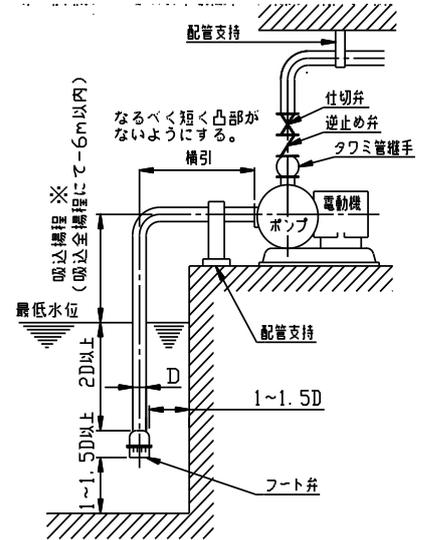

図 2
- (1) 取扱液に異物（配管の切粉や砂等）が混入する恐れがある場合は、吸込側にストレーナを取付けてください。また、ストレーナが目詰まりしないよう、定期的に清掃してください。
- (2) ポンプに、吸込配管や吐出し管の荷重がかかると、芯狂いの原因となりますので、図 2 のように十分な配管支持をしてください。
- (3) 配管が長い場合、実揚程が高い場合、自動運転の場合、圧力タンクへの送水の場合、及び 2 台以上のポンプを並列運転する場合には、必ず逆止め弁を取付けてください。逆止め弁は、ポンプ本体と吐出し仕切弁の間に取付けてください。
- (4) 装置上どうしても空気だまりが避けられない箇所には、空気抜き弁を取付けてください。ただし、吸込配管などで負圧になる所には取付ないでください。逆に空気を吸込みます。
- (5) 配管を保温する場合、電動機部は絶対に保温を避けてください。
- (6) 熱源の近くにポンプを据付ける場合、熱源からの熱がポンプに伝わらないようにしてください。
- (7) 水撃（ウォーターハンマ）がおこる危険性のある場合は、急閉逆止め弁を設けるなどの対策を施してください。
- (8) 冷温水循環用で配管系が密閉サイクルの場合は、膨張タンクや安全弁などを設けてください。
- (9) 吸上げの場合
- (a) 吸込配管の末端は、図 2 のように最低水位から管径(D)の 2 倍以上深く、壁面および底より 1~1.5D 以上離してください。